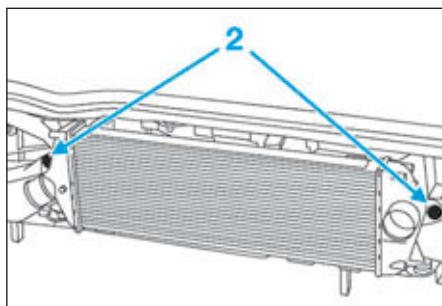

FIG.158
- Déposer les deux vis (2) (Fig.158) de l'échangeur air-air sur la façade avant.